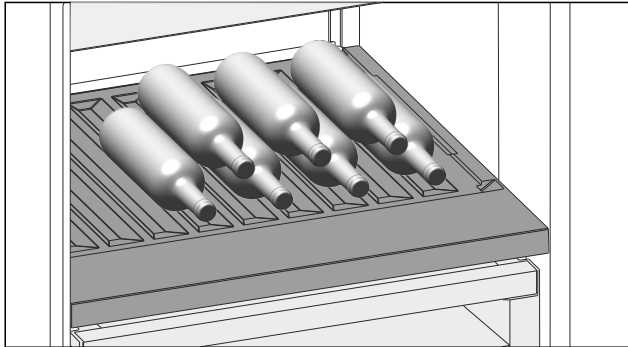

Fig. 157
- ▶ Introduzca las botellas con la base orientada hacia la pared posterior. (consulte Fig. 157)